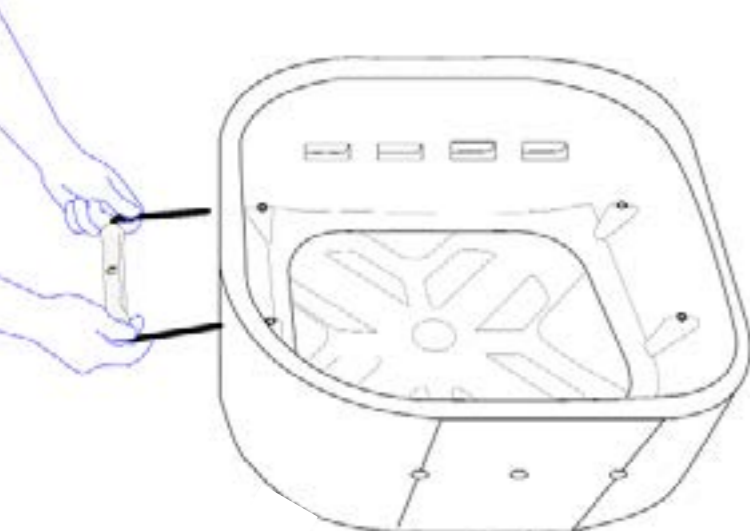

fig 2
Étape 9 : Pour refermer la porte aimantée, saisissez la porte en positionnant une main en bas de la porte (cf : fig 1) et refermez la porte jusqu'à la fermeture complète (cf : fig 2).
Pour installer votre tablette, il vous suffit de la présenter de façon inclinée au dessus de la poignée, en face du trou qui se situe (fig1) et de la reposer à l'horizontale en l'appuyant sur la poignée (fig2).
(fig2)
Étape 4 : Placez la vis dans le trou prévu à cet effet et vissez manuellement avec votre main. L'objectif est de solidariser la poignées avec LOLA. (fig 2)